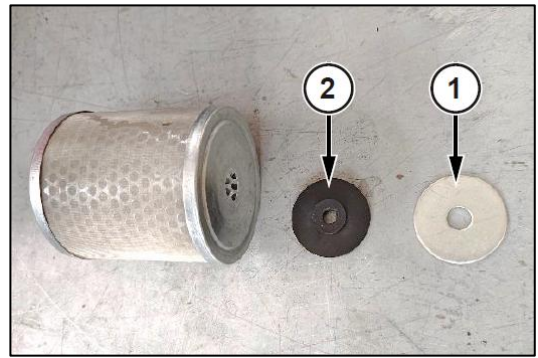

Fig. 314 : RETIRER LES RONDELLE
9. Retirer les rondelles (1 et 2) sur la Fig. 314 des deux côtés de l'élément filtrant.